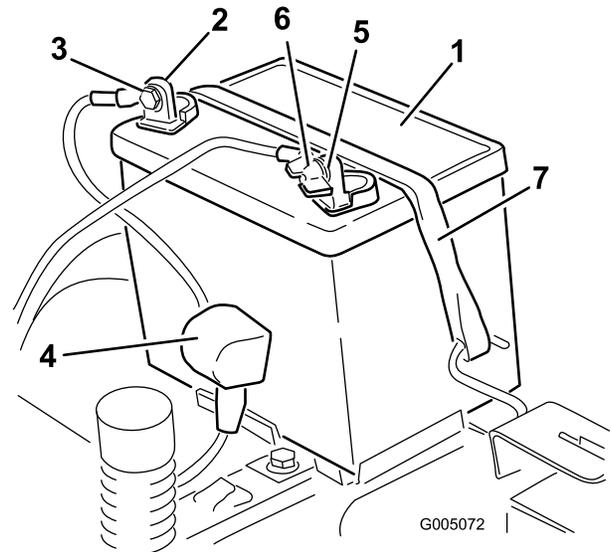

Bild 36
4. Klemmen Sie das Minuskabel (schwarz) vom Batteriepol ab (Bild 36). Bewahren Sie alle Befestigungen auf.
5. Schieben Sie die Gummiabdeckung am Pluskabel (rot) nach oben. Klemmen Sie das Pluskabel (Rot) vom Batteriepol ab (Bild 36). Bewahren Sie alle Befestigungen auf.
6. Nehmen Sie die Batterieklemme ab (Bild 36) und heben Sie die Batterie aus dem Ständer heraus.
- Setzen Sie die Batterie in das Fach (Bild 36).
- Befestigen Sie die Batterie mit der Befestigung (Bild 36).